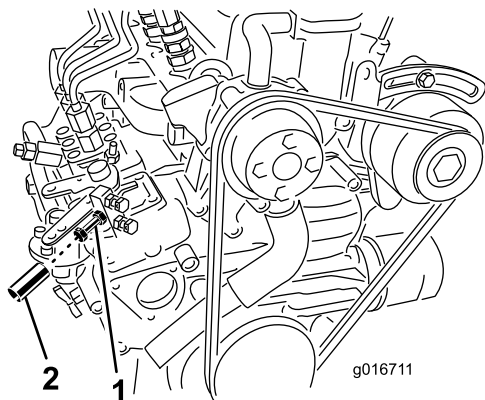

図 4
3. タコメータを見ながら、エンジンについているスロットル調整ねじ 図 4 を使って、エンジンの最高回転数を 3,200 rpm にセットし、調整ねじについているジャムナットを締め付ける。
5. スロットル調整ねじとジャムナット 図 4 にアルミチューブを被せ、チューブをつぶしてスロットルを勝手に調整できないようにする。